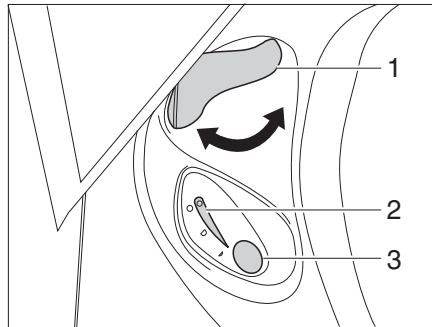

Fig. 278 Unité de commande des toilettes Thetford
- Avant d'actionner la chasse d'eau, ouvrir le curseur des toilettes Thetford. Tourner pour cela le levier du curseur (Fig. 278,1) dans le sens inverse des aiguilles d'une montre.
- Pour actionner la chasse d'eau, appuyer sur le bouton bleu (Fig. 278,3).
- Après avoir actionné la chasse d'eau, fermer le curseur. Tourner le levier du curseur (Fig. 278,1) dans le sens des aiguilles d'une montre.
Le voyant de contrôle (Fig. 278,2) s'allume lorsque la cassette Thetford doit être vidée.
- Tourner le levier du curseur (Fig. 278,1) dans le sens des aiguilles d'une montre. Le curseur se ferme. Pour la vidange il **faut** que le curseur des toilettes Thetford soit fermé.